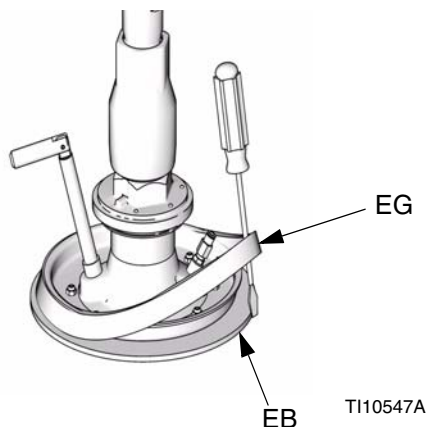

FIG. 13 : Installer l'entretoise
2. *En partant du haut*, positionnez l'entretoise (EG) entre le rebord et les racleurs (EB) à l'aide d'un tournevis. Voir FIG. 13.